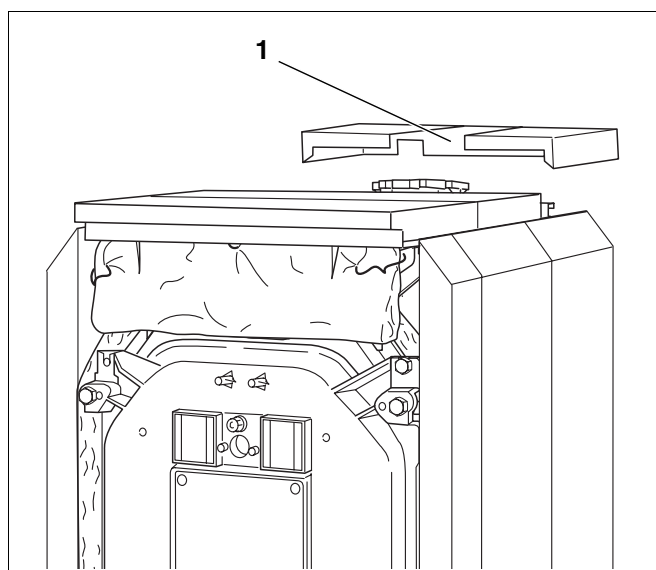

Fig. 53 Montering af den bageste toplade
- Læg den bageste toplade på sidekapperne med ombukkene og udskæringen til varmekredsløbet (Fig. 53, **pos. 1**) fremad.